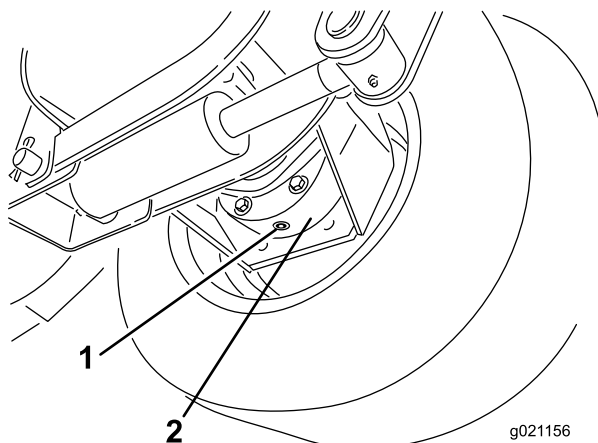

Bild 74
3. Stellen Sie eine Auffangwanne unter das Bremsgehäuse, entfernen Sie die Ablassschraube und lassen das Öl ablaufen (Bild 74).